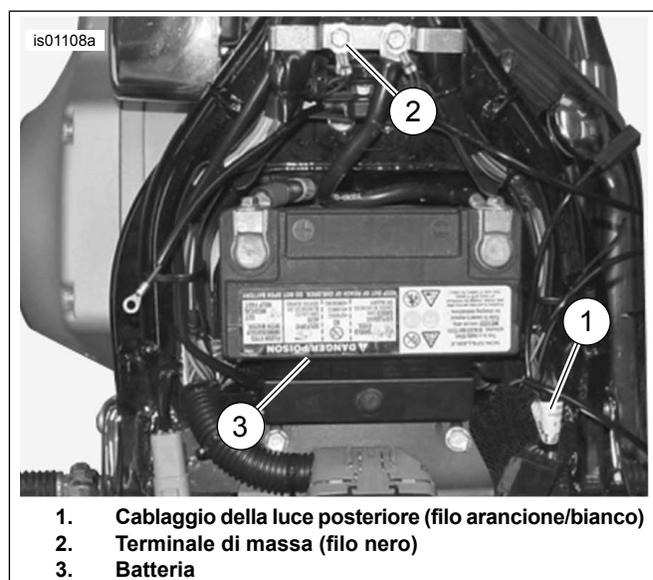

Figura 2. Collegamenti di alimentazione e a massa (modelli Softail)
4. Vedere Figura 2. Installare il terminale ad anello sulla filettatura della vite di massa. Fissare al telaio la vite di massa (2). Fissare secondo le specifiche di coppia indicate nel manuale di manutenzione.
1. Vedere Figura 2. Procedendo con cautela, scoprire un'area dell'avvolgimento del cablaggio (1) della luce posteriore in un punto accessibile sotto la sella. Tagliare il filo arancione/bianco.